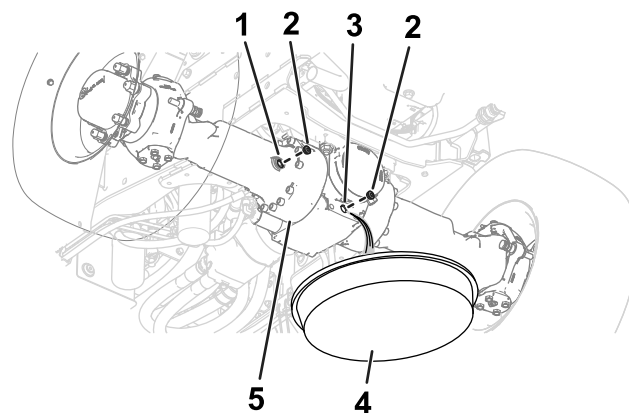
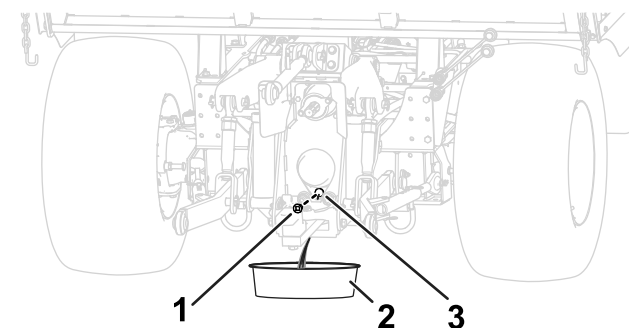

Figure 99
Figure 100
1. Placez un bac de vidange sous le carter de différentiel de l'essieu (Figure 99 et Figure 100).
2. Enlevez les bouchons du regard et de l'orifice de vidange des carters de différentiels des essieux (Figure 99 et Figure 100).